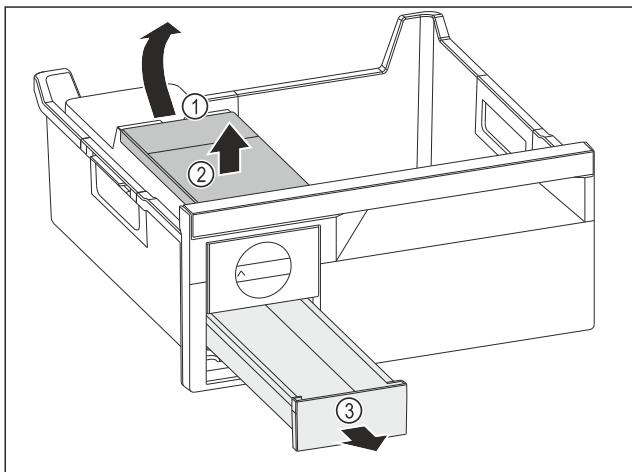

Fig. 211
- ▶ 取出水箱：从凹槽 Fig. 211 (1)抬起水箱。
- ▶ 朝上取出水箱 Fig. 211 (2)。
- ▶ 朝前取出冰块抽屉 Fig. 211 (3)。